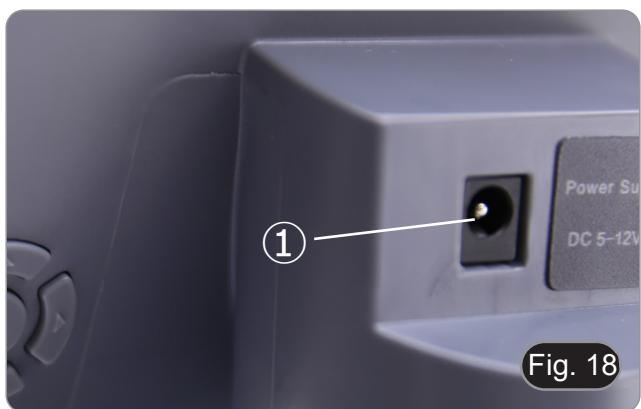

Fig. 18
1. Inserir o adaptador de corrente na tomada eléctrica ① colocada na parte de trás da câmara. (Fig. 18)